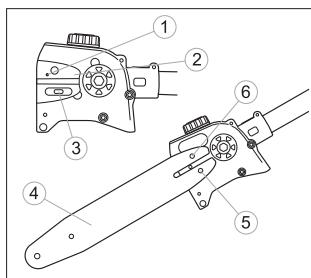

fig. 16
Zahnrad, Schiene, Kette und Kurbelwelle verschleißt viel schneller, wenn die Kette übermäßig weit durchhängt oder zu stark gespannt ist. Schauen Sie mal die Abb. 16 an, wo die richtige Spannung bei der kalten Kette (A), warmen Kette (B) und spannungsbedürftigen Kette (C) gezeigt wird.